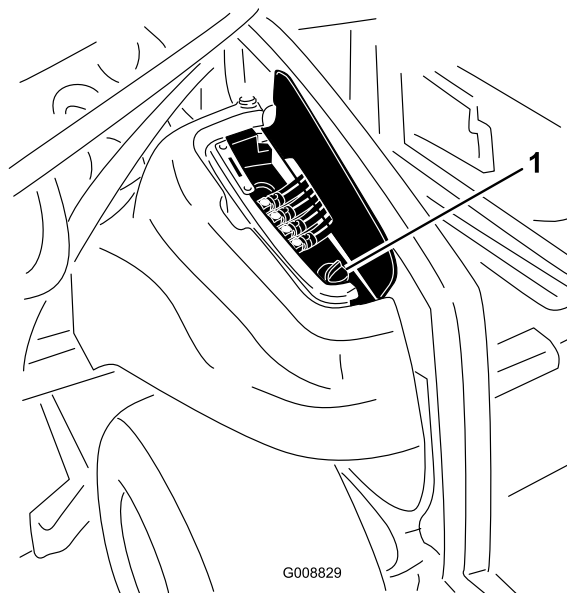

図 87
2. 機体右側のアクセスカバーを開くと油圧タンクのキャップがある (図 87)。
3. 油圧オイルタンクの注油口周辺をきれいに拭き、キャップ (図 87) を外す。給油口からキャップを取る。